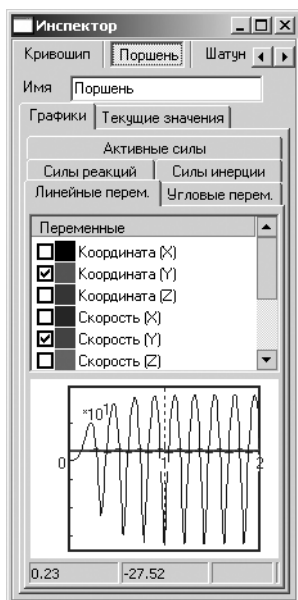

Рис. 2.72. Пример состояния окна **Инспектор** в плавающем режиме
- переместите указатель мыши на верхние линии в окне **Инспектор**, нажмите левую кнопку мыши и, не отпуская ее, переместите указатель мыши вверх или вниз. Окно **Инспектор** перейдет в плавающий режим. Появится заголовок окна. Пример такого состояния окна **Инспектор** показан на рис. 2.72;